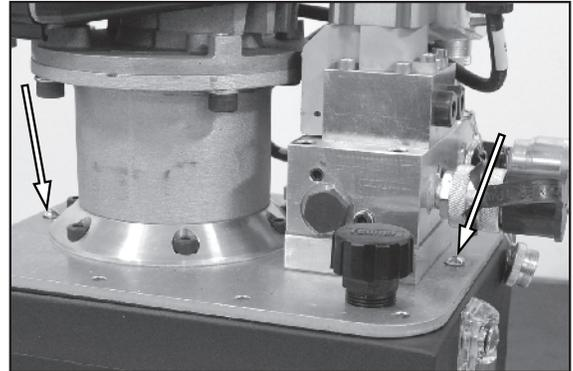

Figure 52.
3. Voir Figure 52. Enlevez et rebutez les vis qui fixent la plaque-couvercle.